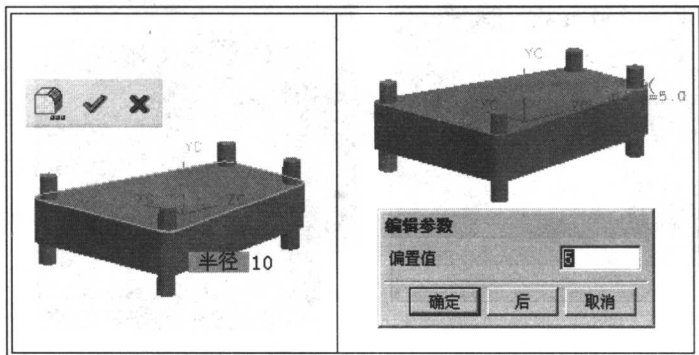

图 1-9 特征编辑
- (1) 具预览的屏幕拖拉功能, 不需再臆测操作的结果。
- (2) 大部分共享的操作功能, 可不需对话框即可完成。
- (3) 特征编辑与建立方式相同, 如图 1-9 所示。